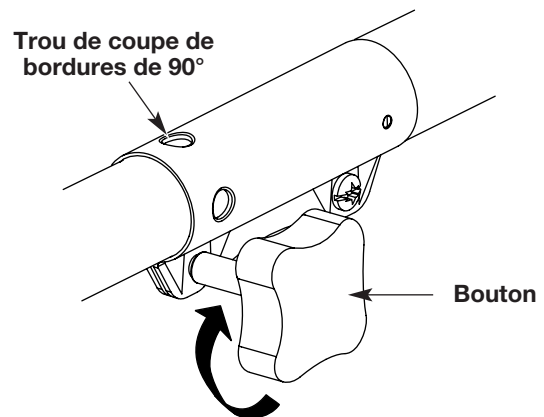

Fig. 25
1. Dévissez le bouton vers la gauche (Fig. 25).
3. Serrez le bouton en le tournant à droite (Fig. 25).
Pour couper les bordures à l'aide de la tête d'accessoire de coupe sur les modèle EZ-LinkMC, verrouillez le bouton de déclenchement de l'accessoire de coupe dans le trou de 90° (Fig. 25).